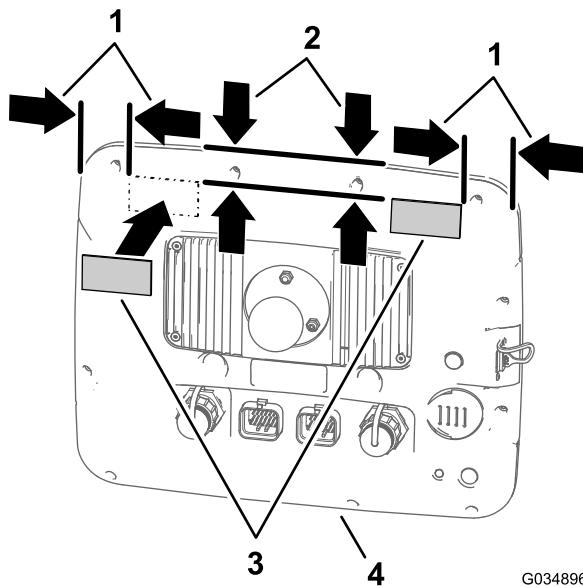

图3
2. 如图3所示在打药机监控器的背面将胶粘带与打药机监控器对齐。